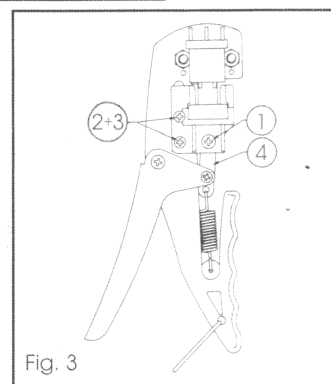
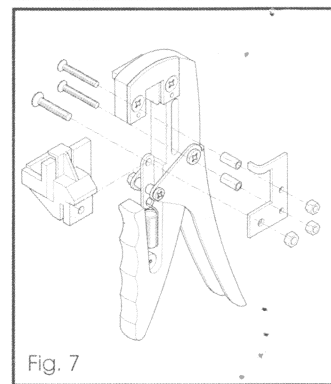

Fig. 3
Fig. 7
- 4) Prendere la nuova battuta, montarla sul retro dell'Innestatrice con al centro l'asta N. 4 (fig. 3) e inserire le viti 1-2-3, nei rispettivi buchi in senso contrario a come erano inserite (fig. 7) accertandosi che la vite N. 1 passi attraverso l'asta N. 4 (fig. 3).
- 5) Inserire le boccole nelle viti N. 1 e N. 2 (fig. 3 + fig. 7).
- 4) Take the new beat, fit it to the back of the grafting unit with rod N. 4 (fig. 3) at the center, and insert screws 1-2-3 into their respective holes in the opposite direction to that seen before (fig. 7), ensuring that screw N. 1 passes through the rod N. 4 (fig. 3).
- 5) Insert the bushings on screws N. 1 and N. 2 (fig. 3 + fig. 7).
- 4) Den neuen Anschlag nehmen, an der Rückseite der Pfropfzange mit der Stange N. 4 (Abb. 3) in der Mitte montieren und die Schrauben 1-2-3 umgekehrt in die entsprechenden Löcher einsetzen (Abb. 7). Dabei sicherstellen, daß die Schraube N. 1 durch die Stange N. 4 geht (Abb. 3).
- 5) Die Buchsen in die Schrauben N. 1 und N. 2 einsetzen (Abb. 3 + Abb. 7).
- 4) Tome el nuevo tope, móntelo en la parte posterior de la injertadora con la varilla N. 4 (fig. 3) en el centro e introduzca los tornillos 1-2-3 en los respectivos agujeros, en el sentido contrario a aquél en que estaban introducidos (fig. 7), controlando que el tornillo N. 1 pase a través de la varilla N. 4 (fig. 3).
- 5) Introduzca los casquillo en los tornillos N. 1 y N. 2 (fig. 3 + fig. 7).